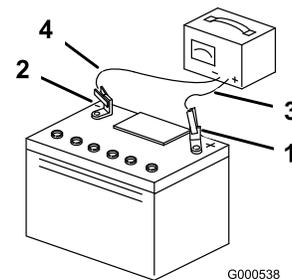

Bild 34
3. Ziehen Sie, wenn die Batterie voll geladen ist, den Stecker des Ladegeräts aus der Dose. Klemmen Sie dann die Klemmen des Ladegeräts von den Batteriepolen ab (Bild 34).